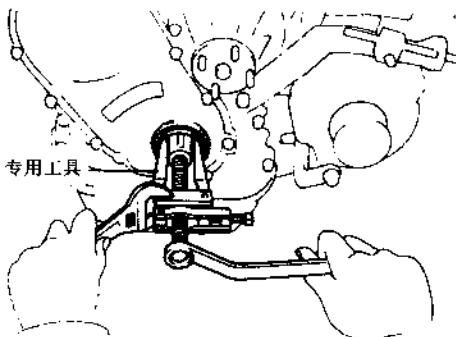
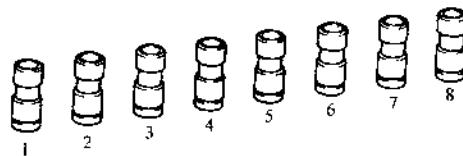

图 1.18 用专用工具拆下油封
图 1.19 保持气门挺杆的正确顺序
④ 拆卸带轮、齿轮和油封时，应使用专用工具，如图 1.18 所示。
⑤ 如遇机件锈蚀难以拆卸时，可用汽油或洗油浸泡，用榔头轻轻敲击四周或加热后进行分解。
⑥ 对铝合金部件，拆卸时要十分小心，防止损坏和擦伤零件。
⑦ 分解后的总成及所有零件应彻底清洗干净。橡胶、胶木、铝合金等零件，不允许用碱性溶液清洗。橡胶件不能在洗油中清洗，以防橡胶制品变形变质。
⑧ 各种 O 形橡胶密封圈、自锁螺母及开口销等不能重复使用，必须更换新件。
⑨ 各种气管、油管、水管内部应彻底清洁，保持畅通。
⑩ 将拆下的零部件按正确顺序排好，以便装配时对号入座，如图 1.19 所示。